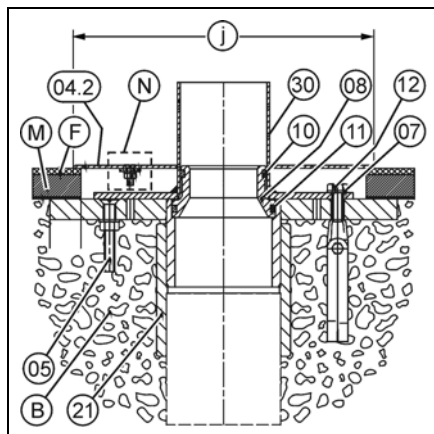
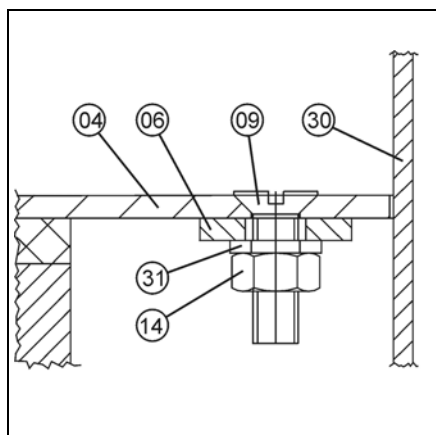
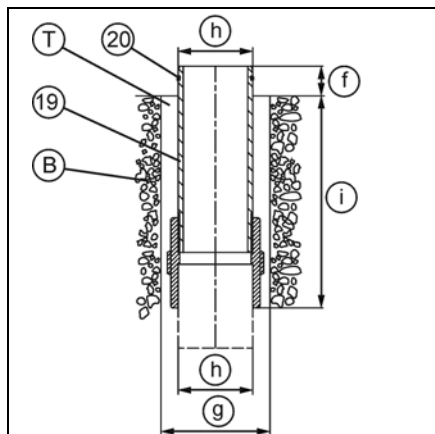
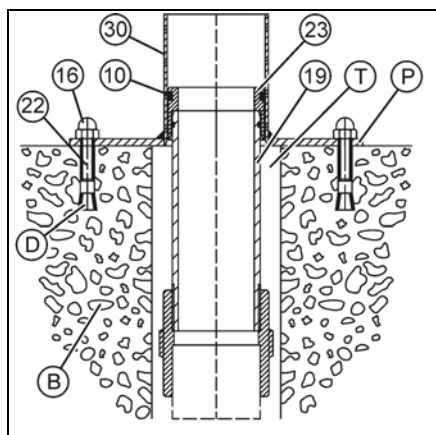

Fig. 18
Fig. 19: N Detalle
Fig. 20
Fig. 21: N Detalle
véase Fig. 18 y Fig. 19.
véase Fig. 20 y 21
El juego de montaje está disponible en las versiones para piscinas de concreto embaldosadas (01) (Fig. 19), piscinas de concreto con lámina (02) (Abb. 20), así como para piscinas en concreto con capa sellante (21) (Fig. 21).
Retirar la lámina de protección C (Fig. 19) del juego de montaje (01).